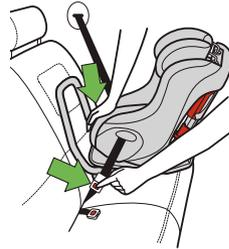

Figure 71
- Presser au centre du siège d'auto pour réduire la tension sur la ceinture du véhicule ce qui aidera à déboucler la ceinture du véhicule, tel qu'illustré dans la **Figure 71**.